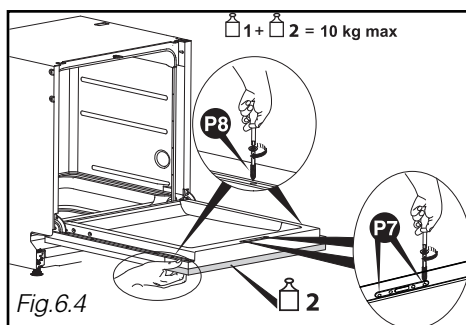

Fig. 6.4
- Luk opvaskemaskinens låge op, og hold samtidig pynteskuffen klinet op mod den. Om nødvendigt centreres pladen fra siderne i forhold til styrepanelet. Sæt de 2 skruer **P7** og de 2 skruer **P8** i (Fig. 6.4).